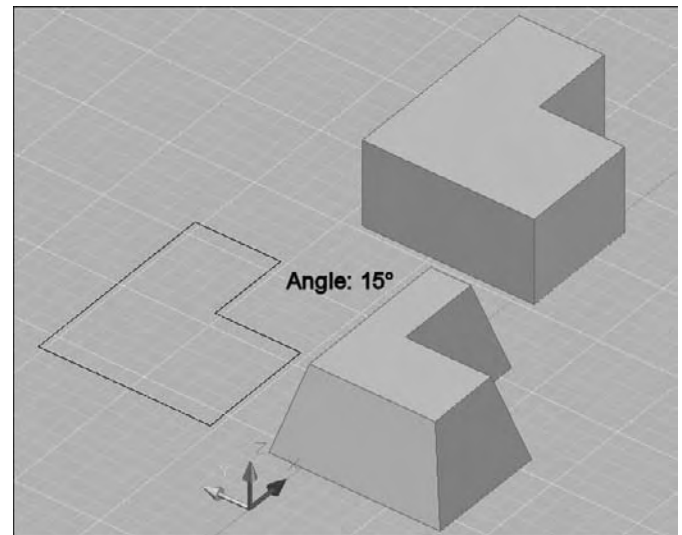

Fig.4.4
- 3 Entrez l'option **E** (T), puis appuyez sur **Entrée**.
- 5 Spécifiez la hauteur, puis appuyez sur **Entrée** (fig.4.4).